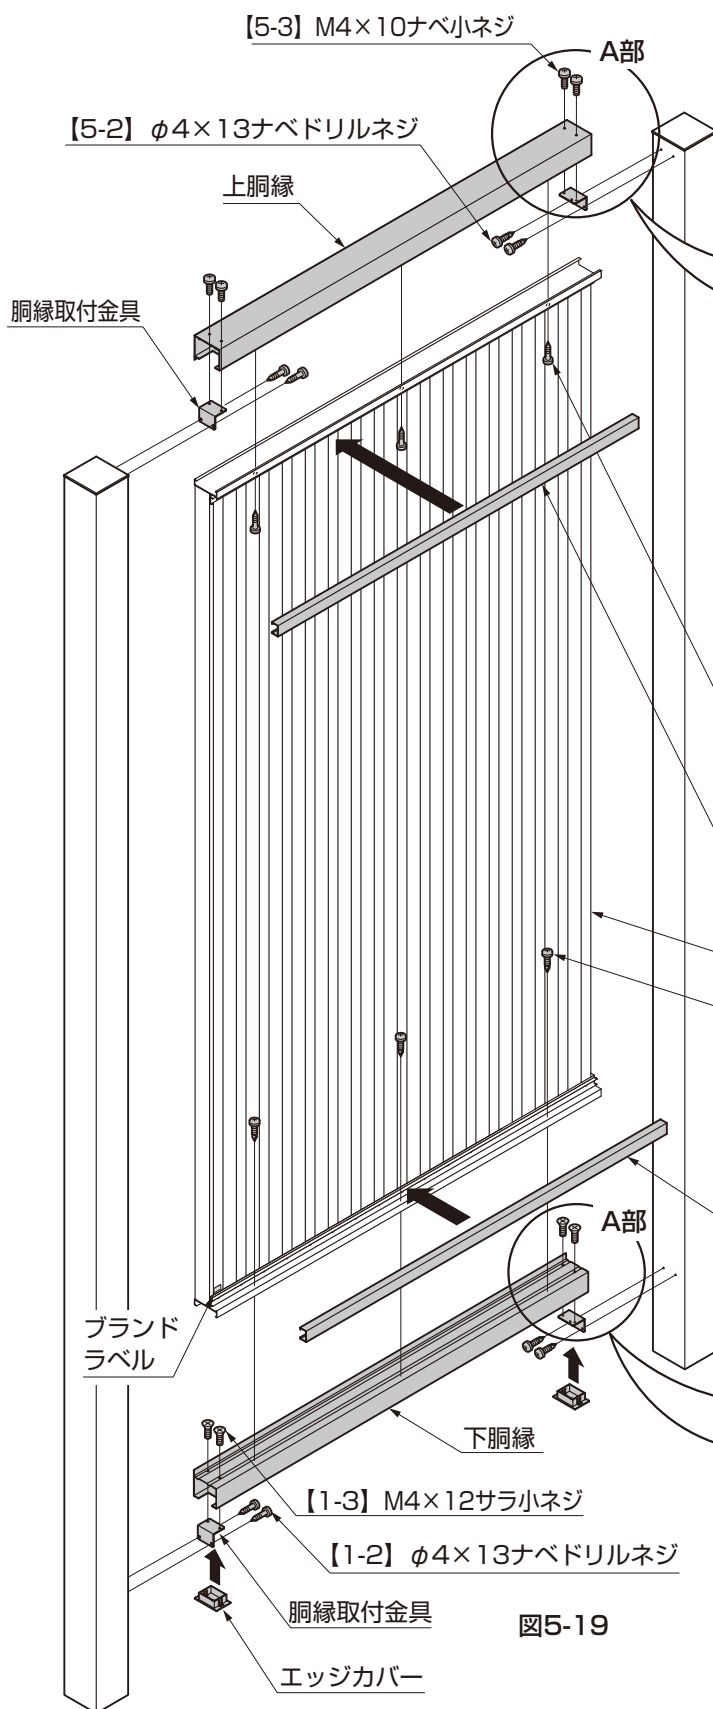

図5-19
- 本体パネルには取付けの際方向、向きに注意して取付けてください。(図5-19参照)